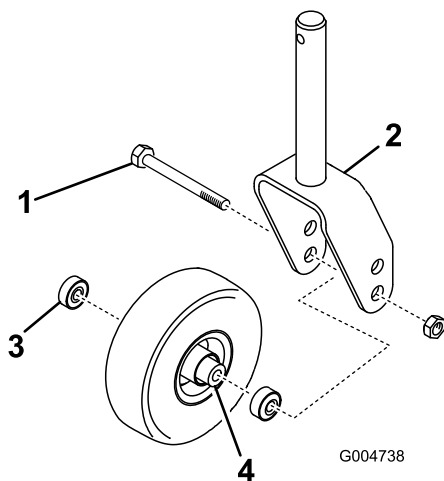

Figura 142
1. Togliete il dado di bloccaggio dal bullone che fissa il gruppo ruota orientabile alla forcella o al braccio di rotazione (Figura 142).
2. Afferrate la ruota orientabile ed estraete la vite a testa cilindrica dalla forcella o dal braccio di rotazione (Figura 142).
3. Togliete il cuscinetto dal mozzo della ruota e lasciate cadere il distanziale del cuscinetto (Figura 142).
4. Togliete il cuscinetto dalla parte opposta del mozzo della ruota (Figura 142).